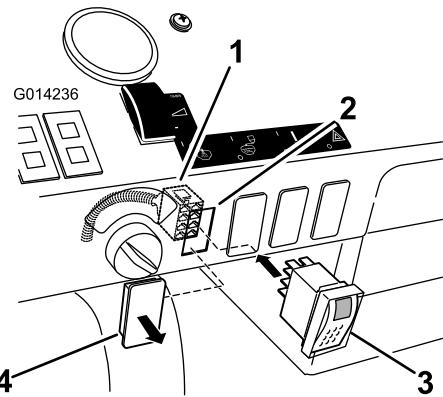

Figure 27
1. Localisez le cache qui occupe l'emplacement de l'interrupteur du réservoir de rinçage sur le tableau de bord (Figure 27). Il se trouve en première position après le commutateur d'allumage.
2. Déposez le cache de la machine (Figure 27).
4. Connectez l'interrupteur au boîtier de connexion dans le tableau de bord (Figure 27).